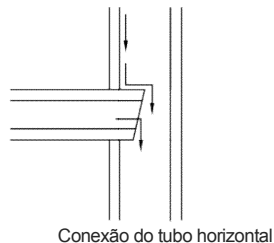

Fig. 28
- c) Anexar o tubo horizontal, conforme mostra (Fig. 28);